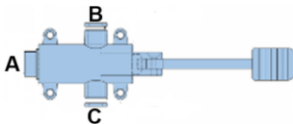

Fig. 8
- Monteer de afvoerkleppenset op de wastafel en volg daarbij de montagevolgorde die in de zak met accessoires staat afgedrukt (Fig.8). Zorg ervoor dat ze goed zijn afgedicht om eventuele lekkage in de toekomst te voorkomen.